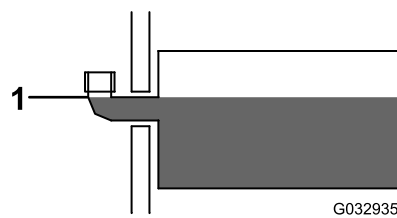

Figure 37
3. Retirez le bouchon de remplissage du réservoir hydraulique (Figure 37).
4. Versez lentement du liquide hydraulique BOSS haute performance dans le réservoir jusqu'à ce que le niveau atteigne le bas du coude de remplissage (Figure 37).